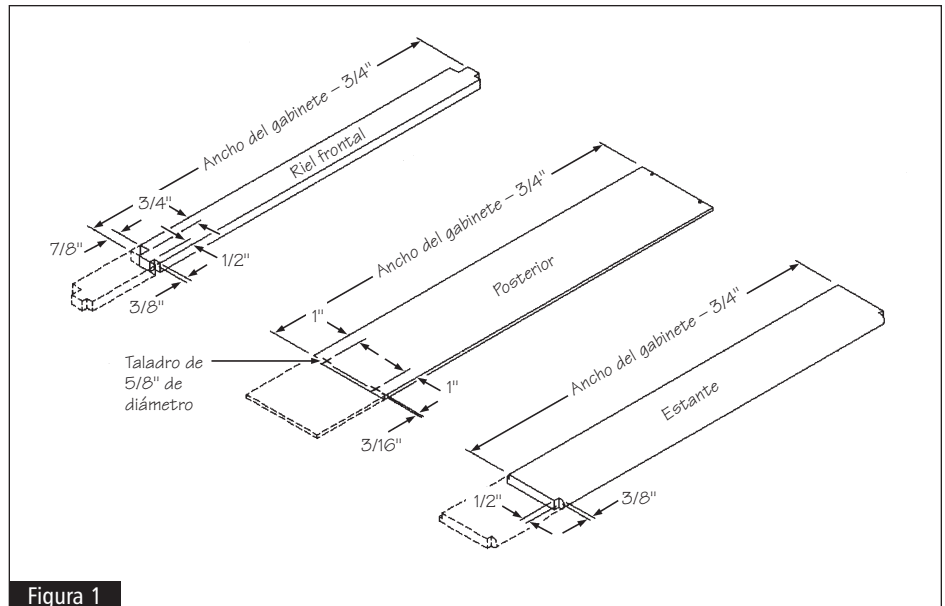

Figura 1
- 3** En el extremo del nuevo corte (con borde) del riel frontal, corte las muescas en el riel frontal para que estén parejas con las del extremo opuesto (sin reborde). Vea la figura 1.
- 5** En el nuevo corte (con reborde) del extremo del estante, corte las muescas del estante para que estén parejas con el extremo opuesto (sin reborde). Vea la figura 1.